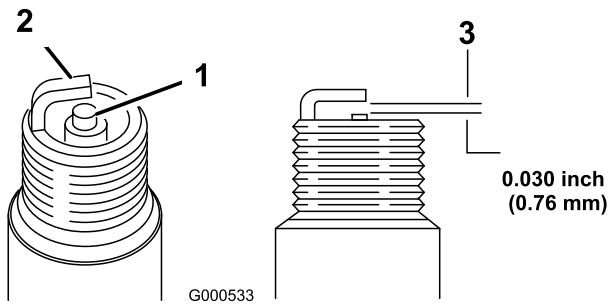

Figura 22
5. Ajuste la distancia entre los electrodos a 0,76 mm, según se muestra en Figura 22.